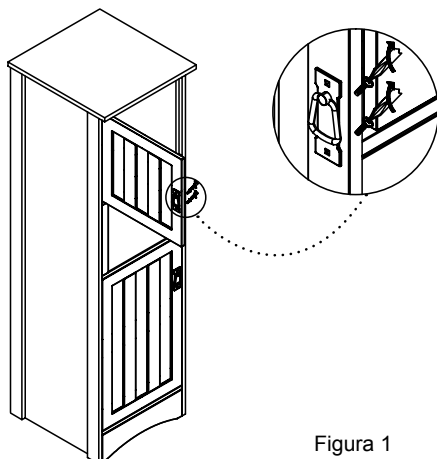

Figura 1
- 3: Fije las perillas para las puertas utilizando los tornillos de 1". Figura 1.